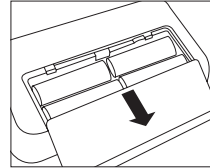

Abb.1
- Öffnen Sie die Batterieabdeckung auf der Geräteunterseite (siehe Abb. 1). Setzen Sie die Batterien (siehe Kapitel 13 „Technische Daten“) ein. Achten Sie dabei auf die richtige Polarität („+“ und „-“) beim Einlegen. Schließen Sie den Batteriedeckel wieder. Das Gerät schaltet automatisch in die Datum-/ Zeitfunktion und bei der ersten Anwendung wird die Zahl „31“ als Tag und die Zahl „12“ als Monat im Display angezeigt. Das eingestellte Datum ist somit der 31. Dezember. Stellen Sie nun, wie untenstehend beschrieben, Datum und Uhrzeit ein.